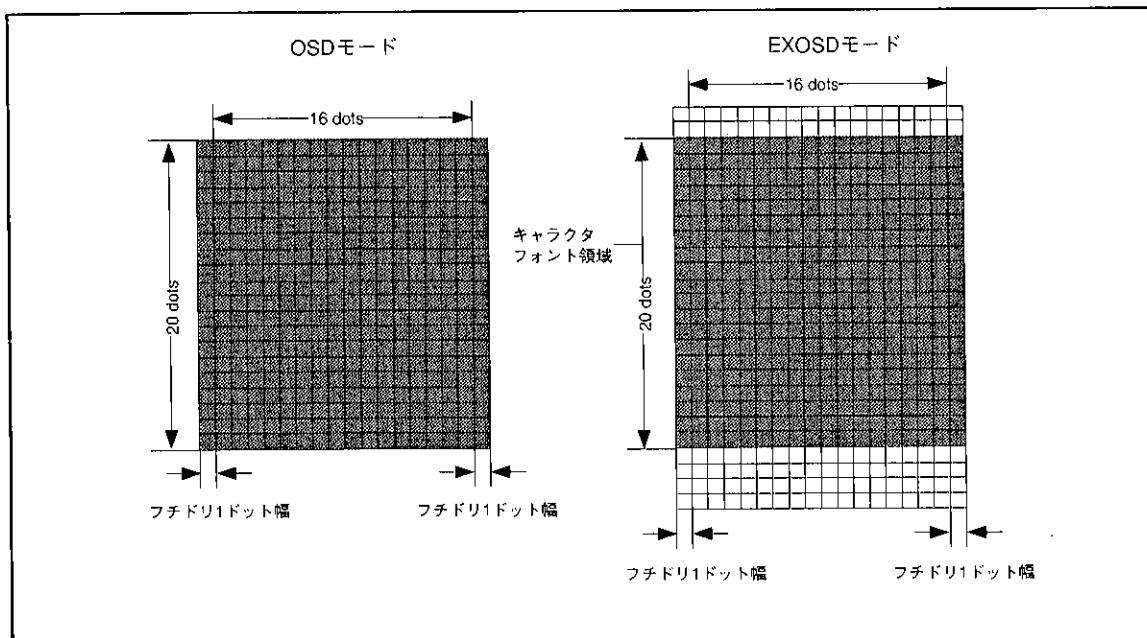

図72. フチドリの領域
2. フチドリドットの表示域は図72に示す網掛けの範囲です。EXOSDモードの場合、キャラクタフォント表示域の上下はフチドリ表示されません。